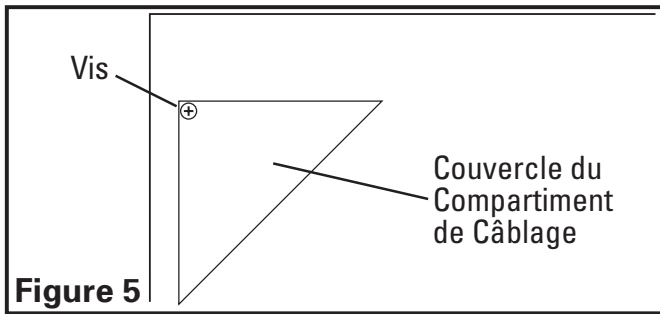

Figure 5
- 1a. Compartiment de Câblage Extérieur :** enlever la vis du couvercle du compartiment à câblage et mettre ce couvercle dans un endroit fiable (**Figure 5**).